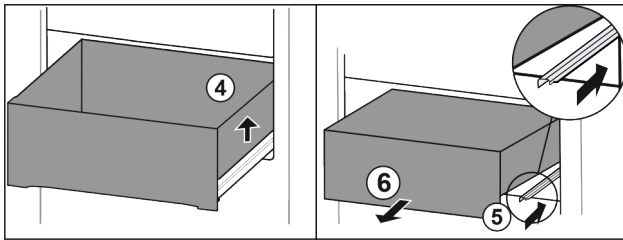

Fig. 15
- ▶ Підняти висувний ящик праворуч Fig. 15 (4).
- ▶ Вставити праву рейку Fig. 15 (5).
- ▶ Вийняти висувний ящик рухом вперед Fig. 15 (6).